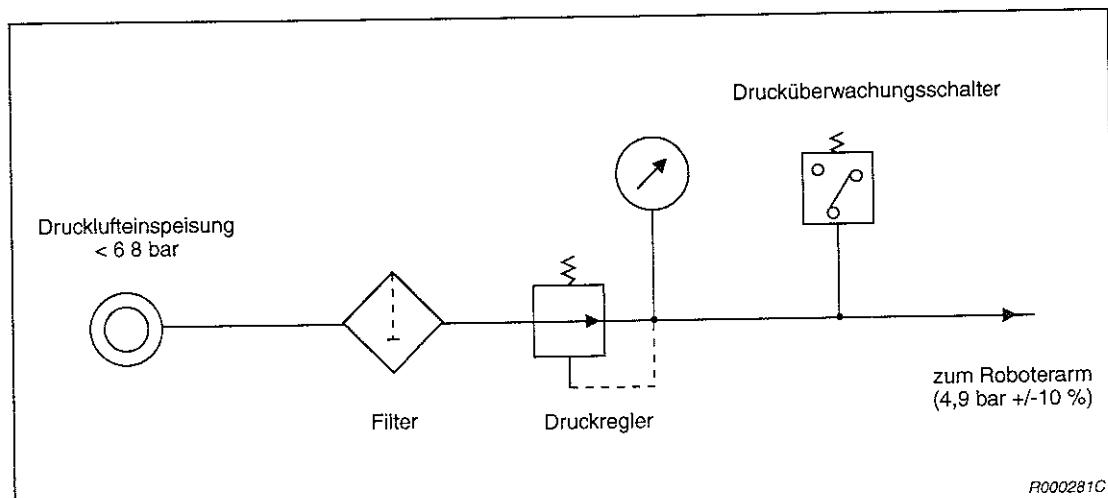

Abb. 4-6: Beispielschaltung der Pneumatikversorgung für die Greifhand
- Die Schaltung in Abbildung 4-6 verhindert das Auftreten von Problemen an der Greifhand durch sinkenden Pneumatikdruck. Der hier gezeichnete Druckschalter dient der Abschaltung des Roboters bei zu geringem Betriebsdruck.